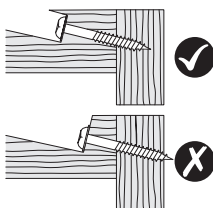
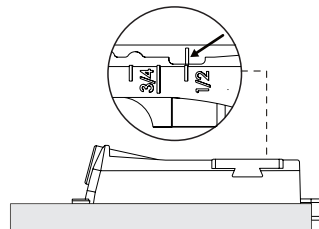

Рис. 6
Рис. 7
- Регулировка положения приспособления - (Рис. 6 и Рис. 7)
Рис. 6а
Рис. 7а
- Для работ с отдельной заготовкой установите ползунковый регулятор лицевой стороной вниз - (Рис. 6а). Для работ с предварительно соединенными под углом заготовками, установите регулятор ползуна лицевой стороной вверх - (Рис. 7а)